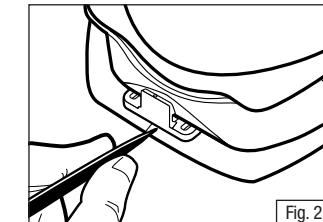

Fig. 2
3. Cuidadosamente trace uma marca sobre a superfície da moldura ao longo da parte traseira e lados circulares arredondados da trava. (Fig. 2)